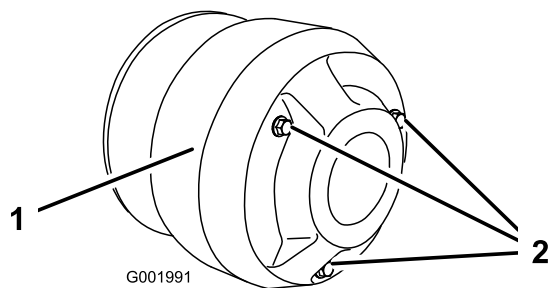

図 59
4. クラッチ・カバーのボルト (3本) を外してカバーを取る (図 59)。